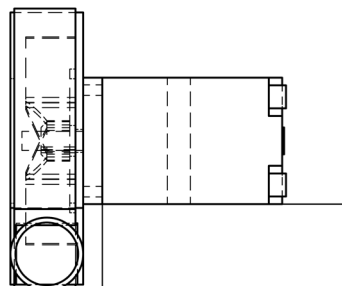

Abbildung 4.13
12. Positionieren Sie das Pumpengehäuse wie in Abb. 4.13 dargestellt und lassen Sie den Klebstoff mindestens 45 Minuten trocknen, bevor Sie die Pumpe in Gebrauch nehmen.